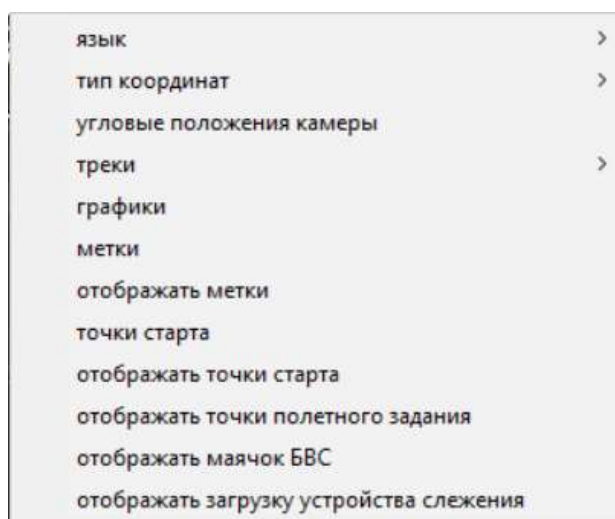

Рисунок 31 – Окно «Интерфейс»
5.3 При выборе вкладки «Интерфейс» открывается окно «Интерфейс» (Рисунок 31), содержащее в себе пункты «Язык», «Тип координат», «Угловые положения камеры», «Треки», «НСУ», «Графики», «Метки», «Отображать метки», «Точки старта», «Отображать точки старта», «Отображать точки полетного задания», «Отображать маячок БВС» и «Отображать загрузку устройства слежения».